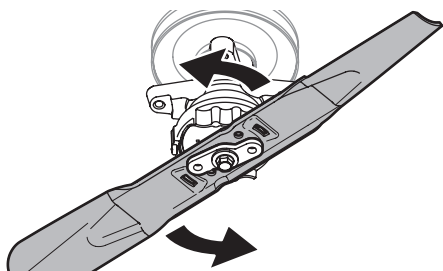

Fig. 48
- Mientras sostiene el collarín en la posición hacia arriba, rote la cuchilla en sentido contrario a las agujas del reloj para liberarla del collarín (Fig. 48).